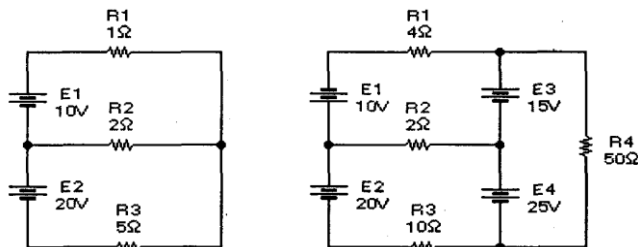

Рисунок 11– Двухконтурная (а) и трехконтурная (б) цепи постоянного тока
для цепи (рис.11 а). После подключения к схеме необходимых измерительных приборов проведите её моделирование. Сравните полученные данные с результатами расчетов.
4. Сформулируйте законы Кирхгофа. Используя законы Кирхгофа, проведите расчеты по определению токов в ветвях для цепи на рис. 11 б. После подключения к схеме необходимых измерительных приборов проведите её моделирование. Сравните полученные данные с результатами расчетов.
9. Поясните, в чем заключается метод наложения. Выполните расчет токов в ветвях схем на рис.11 (а) методом наложения и проверьте результаты расчета путем моделирования.